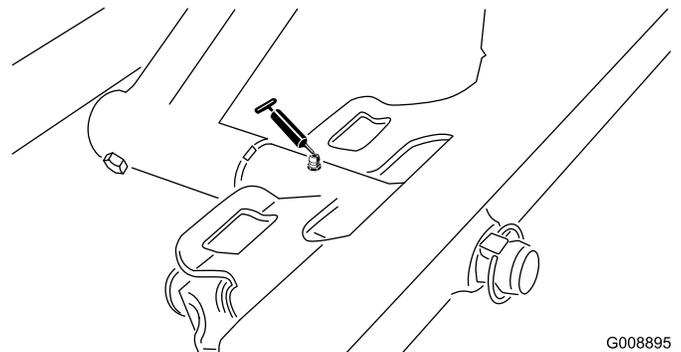

Figure 29
- Pivot de plateau de coupe avant (Figure 29)